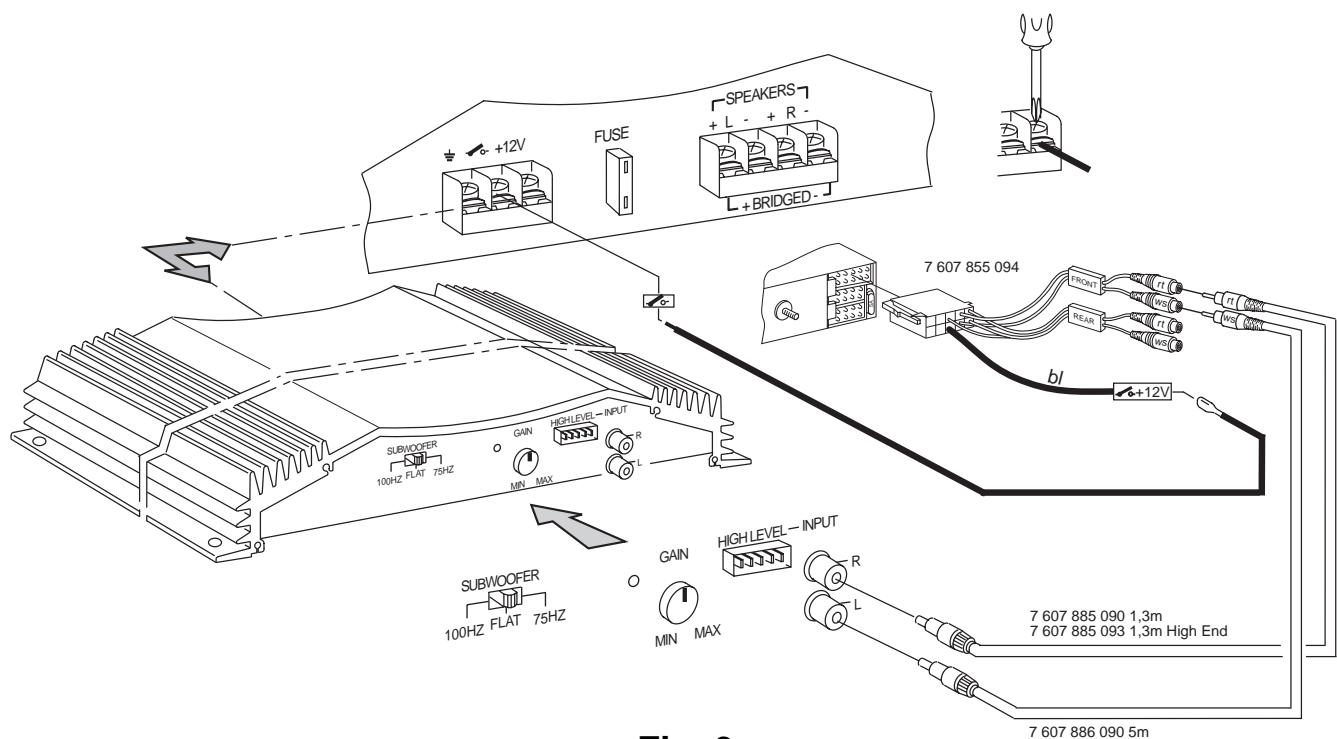

Fig. 3
Conexión en autoradios con conector ISO por Cinch	fig. 3
- Ligação à auto-rádios com ligação ISO através da tomada Cinch Fig. 3